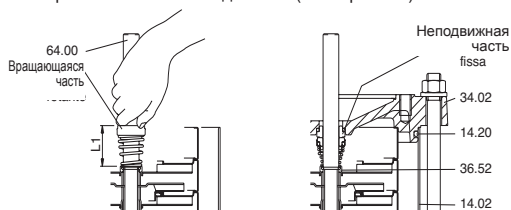

Рис. 5 Установка механического уплотнения
При разборке или повторной сборке насоса пользуйтесь схемой, данной на чертеже в разрезе (раздел 14) - рис. 5, 6.
7. снять верхнюю крышку (34.02) с вала (64.00) и наружного кожуха (14.02) - или вместе с наружным кожухом извлечь из корпуса насоса (14.00) - используя молоток или рычаг и выполняя извлекающие движения поочередно в диаметрально противоположных точках (рис. 5с).
Насадите вращающуюся часть на вал (64.00) до упорного кольца (36.52), оставая пружину в разжатом состоянии. Проверьте длину до и после насадки и поднимите вращающееся кольцо до начальной длины (L 1 на рис. 5). Таким образом обеспечивается правильное сжатие пружины при установке неподвижной части и после закрепления вала в соединении (L2 на рис. 6б).